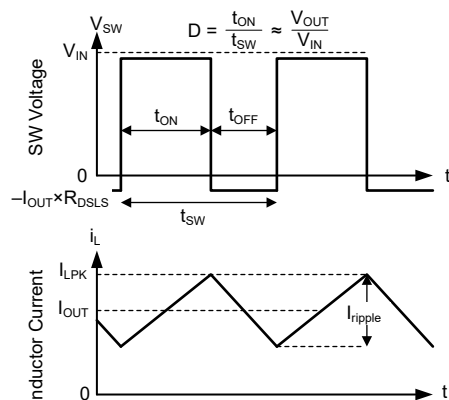

図 7-10. 連続モード (CCM) における SW 電圧とインダクタ電流の波形
LM654xx-Q1 の以下の動作の説明は、セクション 7.2 と 図 7-10 の波形を参照しています。両方とも、内蔵ハイサイド (HS) およびローサイド (LS) NMOS スイッチを各種デューティ サイクル (D) でオンにすることで、制御された出力電圧を供給します。HS スイッチのオン時間の間、SW 端子の電圧 (V_{SW}) は V_{IN} の付近までスイングし、インダクタ電流 (i_L) は線形的な傾きで増加します。HS スイッチは、制御ロジックによってオフにされます。HS スイッチのオフ時間 (t_{OFF}) の間、LS スイッチはオンにされます。インダクタ電流は LS スイッチを通して放電され、LS スイッチの両端の電圧降下によって V_{SW} をグランドより低い電圧まで強制的にスイングさせます。一定の出力電圧を維持するため、レギュレータ ループはデューティ サイクルを調整します。D は、HS スイッチのオン時間をスイッチング周期で割った値として次のように定義されます。 $D = T_{ON} / (T_{ON} + T_{OFF})$ 。